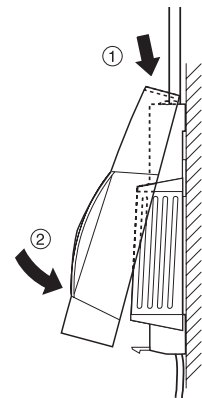

Figure 4:
- ▶ Remplacez le couvercle du boîtier par le haut puis verrouillez le par le bas (voir Figure 4).
- Remplacez le couvercle du boîtier par le haut puis verrouillez-le par le bas (voir Figure 4).